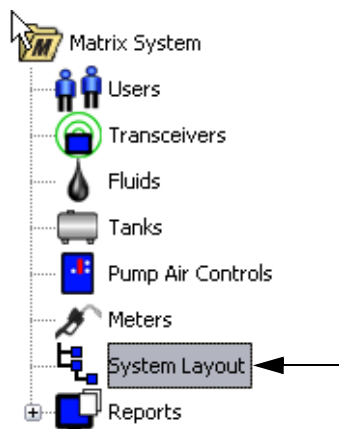

FIG. 90
1. Pour afficher l'écran principal de configuration du système, sélectionnez **"System Layout" (Configuration du système)** dans la liste du panneau du système Matrix (FIG. 90). Avant d'établir la configuration du système, vous devez d'abord ajouter les réservoirs (page 61) et les compteurs (page 70).